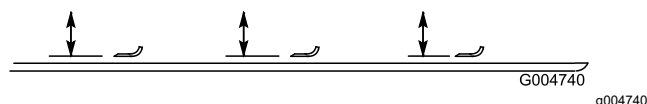

Рисунок 125
2. Поверните нож так, чтобы его концы были направлены вперед и назад, и измерьте расстояние между внутренней частью режущего блока и режущей кромкой в передней части ножа (Рисунок 125).